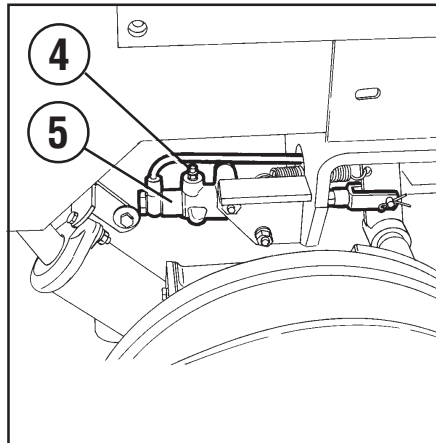

Abb. 53
- Schraube auf dem Zylinder (4 Abb. 53) aufdrehen.
- Das Bremspedal solange betätigen, bis die Luft zur Gänze ausgetreten ist, bis also auf der Oberseite des Zylinders Öl austritt (5 Abb. 53).